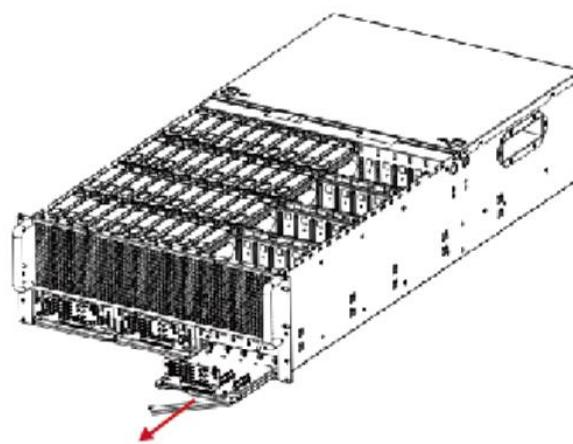

Рисунок 161 - Удалить модуль объединительной платы НМД
- 2) Установить крышку со светодиодной передней панелью в корпус модуля хранения и затянуть обе стороны (см. Рисунок 161).